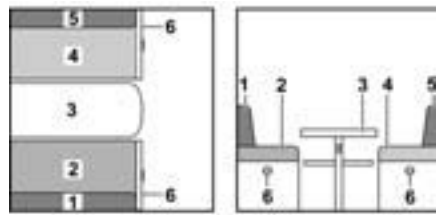

Bild 108 Vor dem Umbau
- Tisch (Bild 108,3) vergrößern und zum Bettunterbau umbauen (siehe Abschnitt 7.7).
- Das Rückenpolster (Bild 108,1) abnehmen und beiseite legen.
- Griff ziehen und Klappe (Bild 108,6) öffnen.